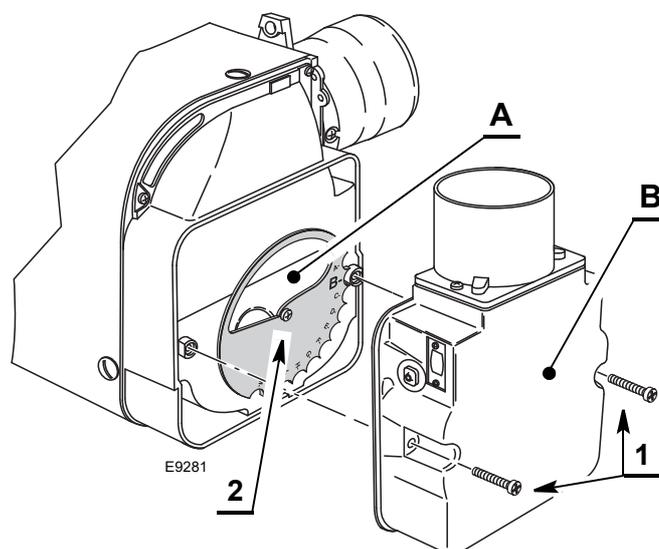
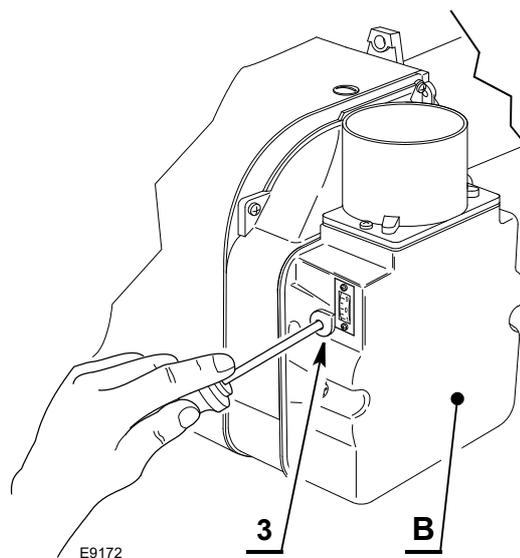

Fig. 17
Fig. 18
Le réglage de l'air est effectuée par deux volets d'air indépendants (voir Fig. 17 et Fig. 18).
- retirer le volet d'air secondaire B)(Fig. 17) en dévissant la vis 1).
Le réglage de ce dispositif est possible en agissant sur la vis 3)(Fig. 18).